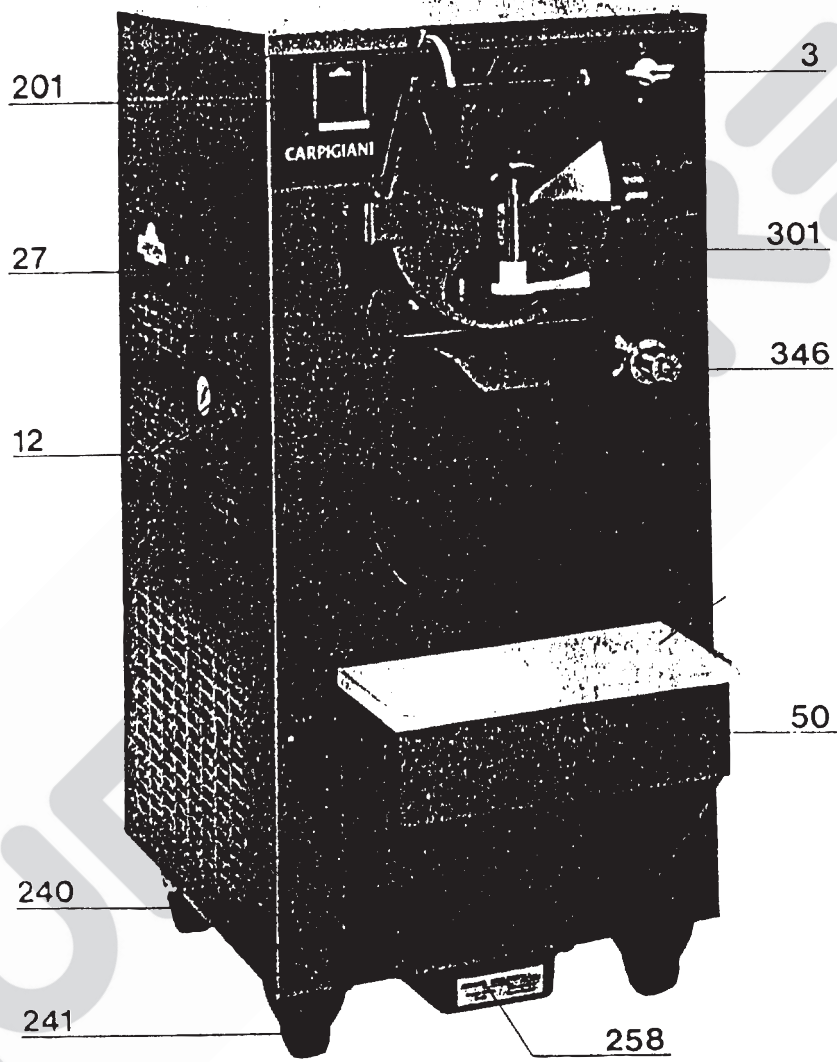

Fig.1
Extrair a caixa recolhedora (pos. 27 - fig. 1). Se tiver mistura, significa que o vedante (pos. 28 - tab. VI) tem fuga. Substitui-la com uma peça sobressalente.
Os térmicos saltaram	Pressionar os botões pos. 12 (fig. 1).